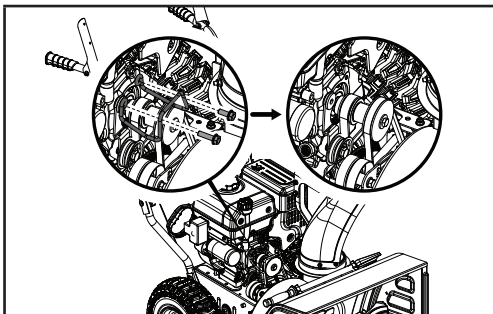

Figure 43
5. Retirez les boulons (20 mm / 30 mm) qui retiennent le protège-courroie (figure 43). Il est à noter que le ressort n'est pas tendu à ce stade-ci.